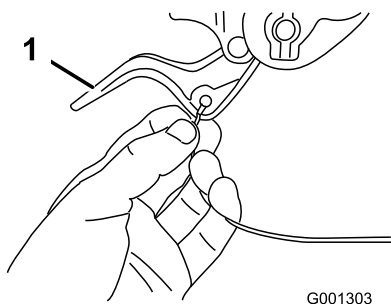

Figure 7
2. Faites passer l'extrémité du câble gauche ou droit par-dessus la partie inférieure du guidon et insérez-la dans le trou du levier de débrayage de roue correspondant (Figure 7).